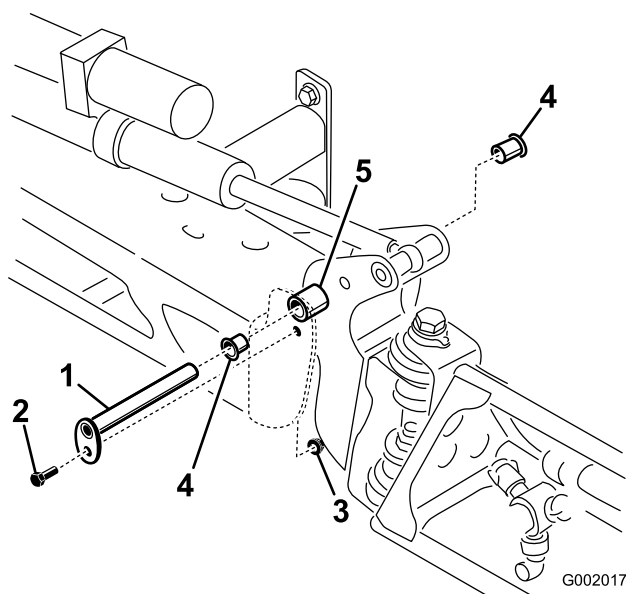

Figura 60
3. Quando il peso della barra è supportato, togliete il bullone e il dado che fissano il perno di articolazione nel gruppo barra (Figura 60). Togliete il perno di articolazione.
5. Togliete le boccole di nylon dal lato frontale e posteriore della staffa orientabile e controllatele (Figura 60). Sostituite le boccole avariate.
7. Montate la barra e la staffa orientabile nel telaio centrale, allineando i fori (Figura 60).